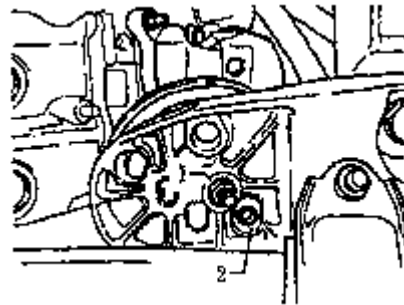

图 2-101 拆卸左侧悬置
(6) 拧下发动机左侧悬置的紧固螺栓（顶部），标出左侧悬置 1 及定位套筒 2 和发动机右侧悬置（底部）的位置（如图 2-101 所示）。将发动机和变速器吊起，拧下发动机两侧悬置的紧固螺栓（底部）。